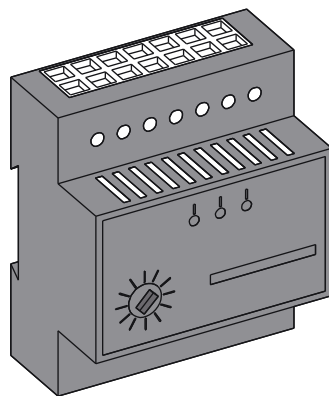

fig. 16.12
■ **Le délesteur** (fig. 16.12) : appareillage qui gère automatiquement l'alimentation électrique des appareils. Lorsque la consommation électrique risque de dépasser le seuil fixé, le délesteur coupe l'alimentation des circuits jugés non prioritaires (le chauffage électrique des chambres, par exemple) tout en laissant les circuits prioritaires alimentés. Certains types de délesteurs alternent les coupures sur plusieurs circuits, par périodes de quelques minutes, afin d'éviter de pénaliser une seule partie de l'habitation.